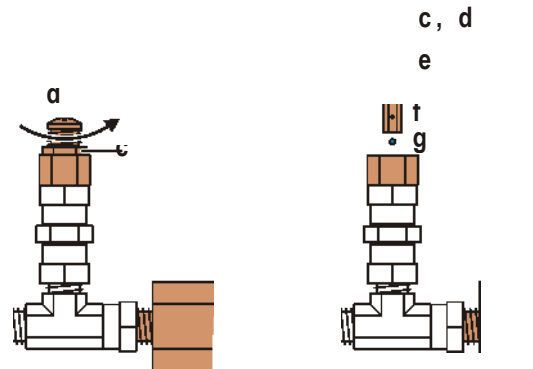

Fig. 7: Ausbau des Sicherheitsventils.
- Kontermutter (SW 14) des Sicherheitsventils lösen und Ventilkappe mit einem Schraubendreher herausdrehen (siehe Fig. 7).